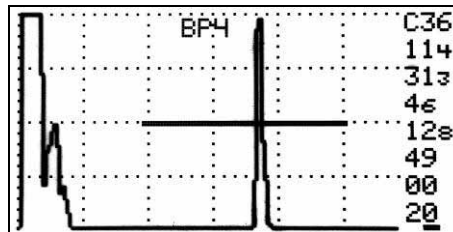

Рисунок 84 – Проведение УЗК в режиме ВРЧ.
6.3.2.7 Для перехода в режим ВРЧ нажать клавишу «9» два раза. В верхней части экрана появится надпись «ВРЧ». Во время проведения контроля в режиме «ВРЧ» кривая описывающая закон ВРЧ на экране не отображается (см. рисунок 84).
6.3.2.9 Опустить третью точку до уровня первой точки (см. рисунок 84).